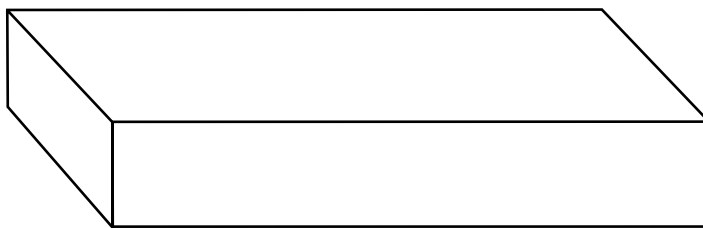
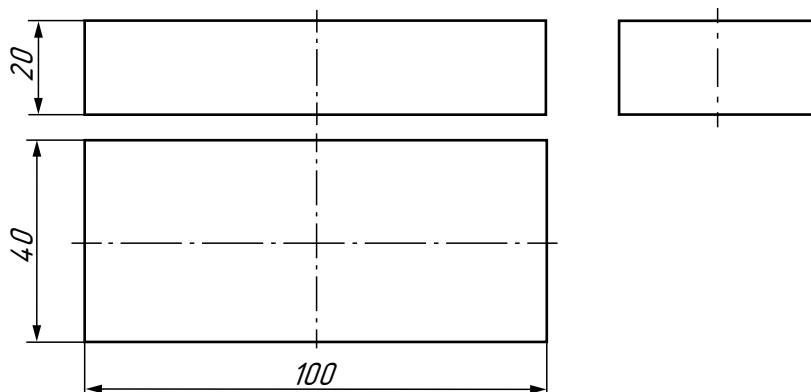

Рис. 12. Технический рисунок плоской детали
Рис. 13. Чертёж плоской детали
1. Рассмотрите технический рисунок (рис. 12) и чертёж (рис. 13) плоской детали. Покажите на чертеже вид спереди, вид сверху, вид слева.
2. Определите в сантиметрах и миллиметрах длину, ширину и высоту плоской детали (см. рис. 12, 13).